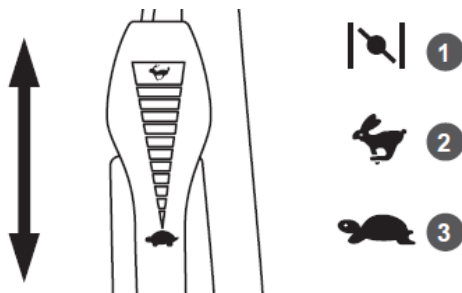
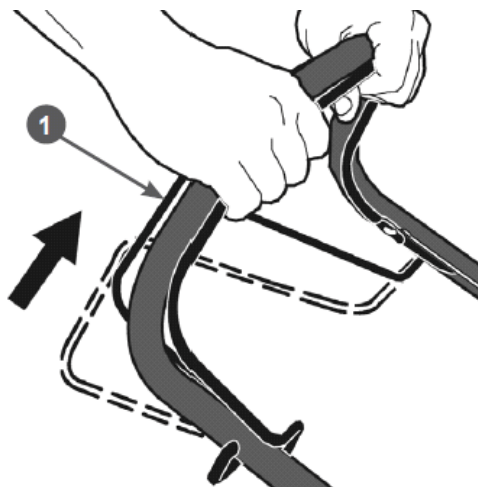

Рис. 15 Положения рычага газа (вид сверху)
Рис. 18 Включение привода хода
2. Для запуска двигателя закройте воздушную заслонку карбюратора, для этого переведите рычаг газа 7 (Рис. 1) в положение «1» (вперёд до упора) (Рис. 15).
5. После запуска двигателя переведите рычаг газа в положение «3» (Рис. 15) и прогрейте двигатель на холостых оборотах в течение 30 секунд.
ПРИМЕЧАНИЕ! После запуска прогретого двигателя работу можно начинать сразу, для этого переведите рычаг газа в положение «2» (Рис. 15).
2. Рычагом газа переведите двигатель в режим холостого хода (переведите рычаг газа в положение 3 (холостых оборотов) (Рис. 15)
В соответствии с разделом ЗАПУСК ДВИГАТЕЛЯ запустите двигатель и прогрейте его. После прогрева двигателя установите рычаг газа в положение 2 [максимальные обороты] (Рис. 15), затем включите привод хода, нажав рычаг 1 включения привода хода (Рис. 18).
ВНИМАНИЕ! Скашивание необходимо производить только на максимальных оборотах двигателя (рычаг газа в положении 2 (Рис. 15)).